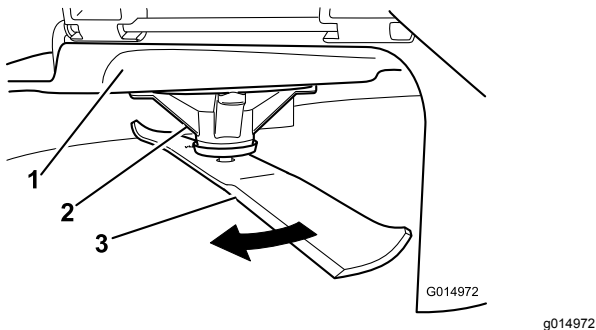

Figure 77
2. Enfilez des gants épais ou utilisez une autre protection adéquate pour les mains, et faites tourner la lame lentement jusqu'à une position permettant de mesurer correctement la distance entre le tranchant et la surface plane sur laquelle se trouve la machine (Figure 77).